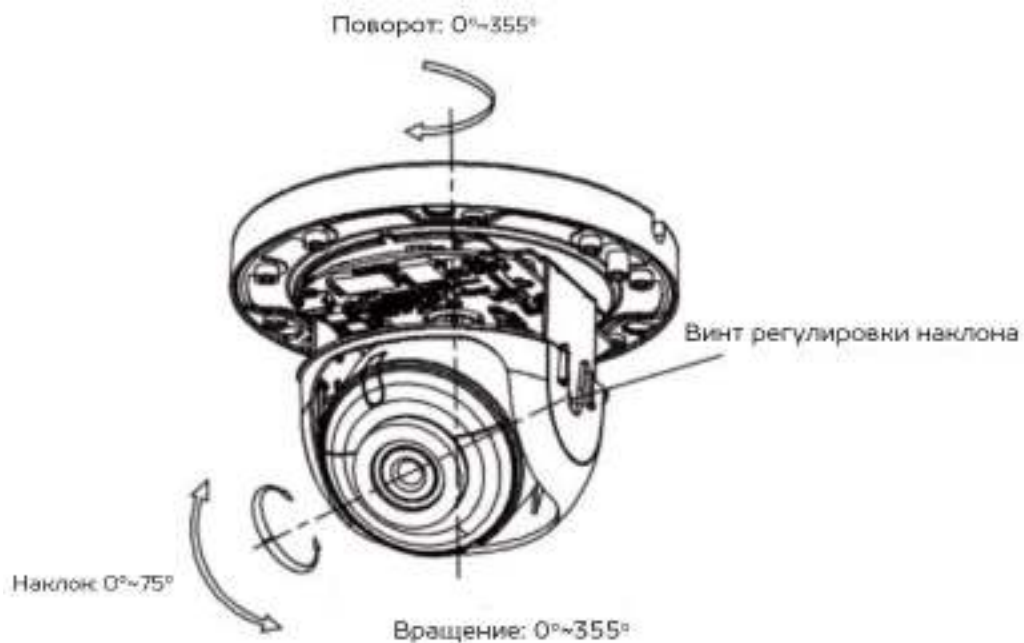

Рисунок 7. Регулировка углов поворота и наклона камеры
2. Поворачивайте защитный кожух объектива для регулировки угла поворота камеры $[0^{\circ} \sim 355^{\circ}]$, так же отрегулируйте угол наклона $[0^{\circ} \sim 75^{\circ}]$ и вращения камеры $[0^{\circ} \sim 355^{\circ}]$ до получения корректной зоны отображения. Схематичное отображение перемещений объектива камеры представлено на рис. 7